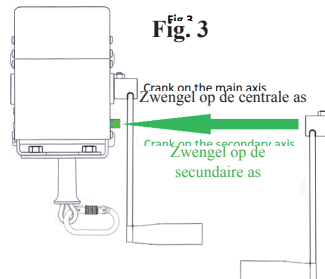

Fig. 3
3. Installeer de zwengels op de secundaire as (groen op Fig. 3).
6. OM terug te gaan naar normaal gebruik, moet de zwengel weer in de hoofdas in de voorwaartse richting worden geplaatst (zoals weergegeven in Fig. 3).